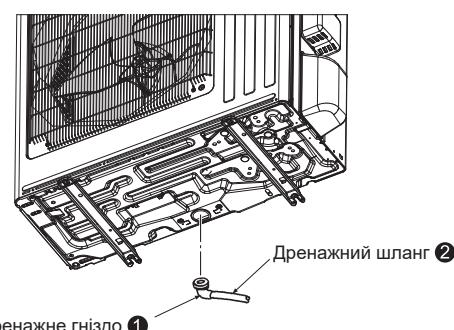

Fig. 4-1
4. Дренажні труби для зовнішнього блока (Fig. 4-1)